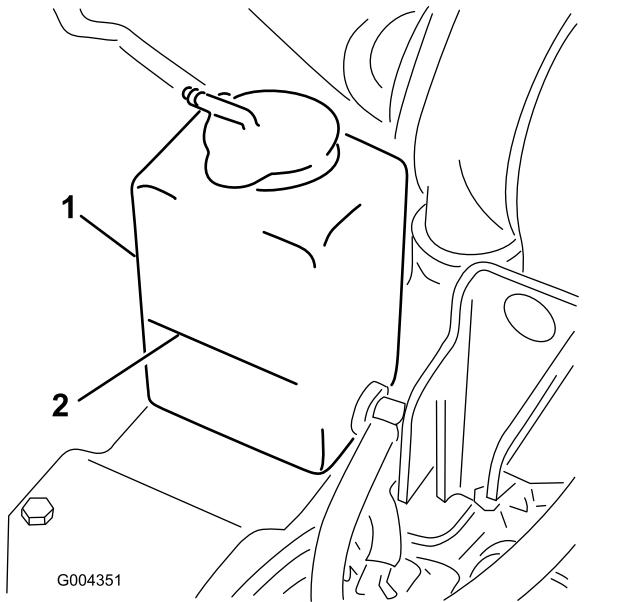

Figura 50
3. Controllate il livello del refrigerante nel serbatoio di espansione (Figura 50).